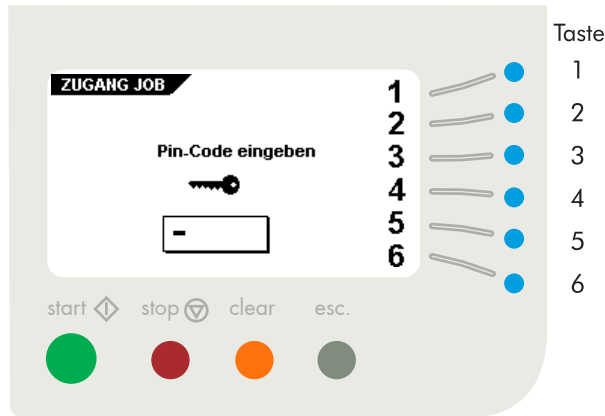

Abb. 28
Bei Betätigung der Taste 4 im "Hauptmenü (2)" (Abb. 9, Seite 7) erscheint im Display der Bildschirm "Zugang Job", und es wird die Eingabe des Pincodes gefordert (Abb. 28).